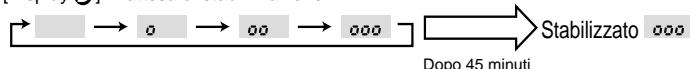

Fig. 8-3
③ Premere il tasto **FILTER** (tasto \rightarrow) per confermare l'impostazione. (Fig. 8-3)